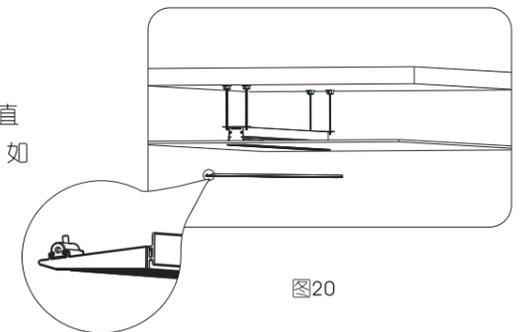

图20
- 1) 安装前确保其锁扣件是在解锁状态的,如图20、22所示。